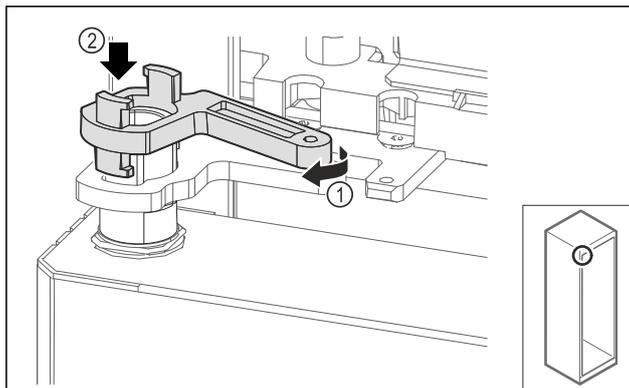

Fig. 70
- ▶ Слегка поверните фиксатор опорного кронштейна Fig. 70 (1) и насадите на втулку Fig. 70 (2).